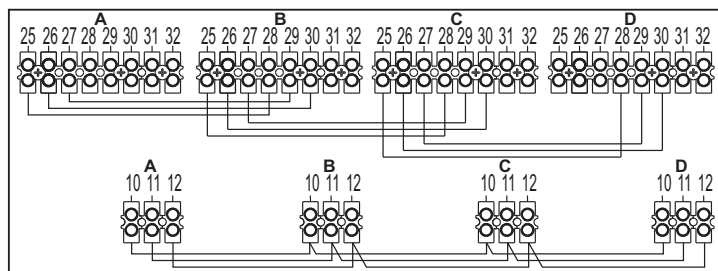

рис. 23 - Соединение в батарею
1. Соедините два модуля, как показано на рис. 23 (пример с 4 модулями)
В противном случае перекройте электрическое питание и проверьте кабельные соединения в рис. 23.